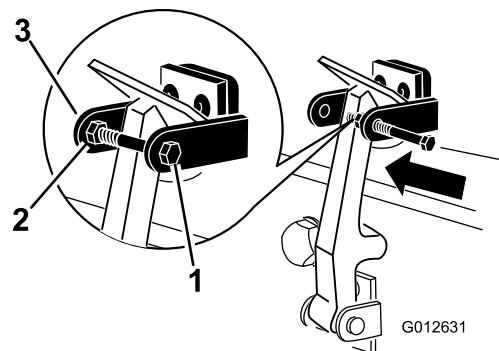

図 6
7. フードラッチブラケットのもう一つのアームにボルトを差し込んでラッチをロックする 図 6。ボルトをしっかり締め付けるが、ナットは締め付けない。